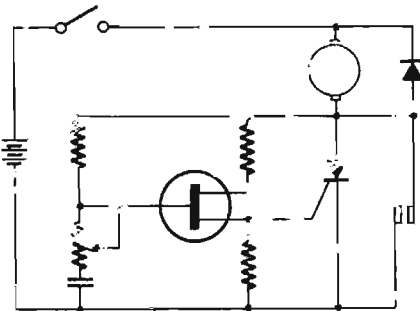

Fig. 10
- commande « retardée » du moteur d'essuie-glace. Ce système assure une vitesse de balayage constante avec un temps d'arrêt variable en position de repos (Fig. 10).